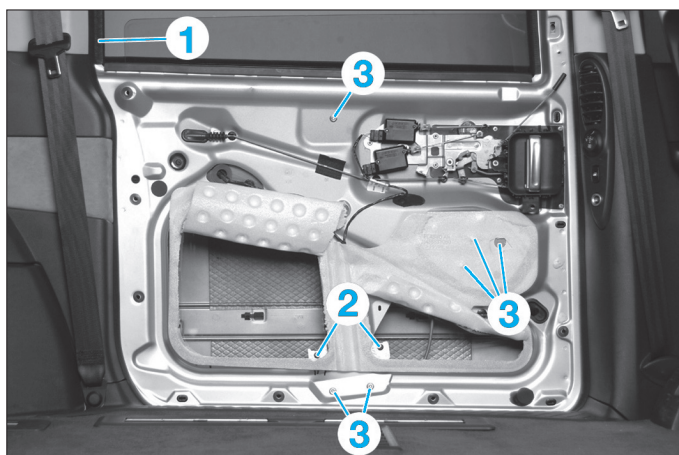

Fig. 43
- Déposer le joint (1) de coulisse de vitre (Fig.43).
- Descendre la vitre, puis la dévisser du mécanisme (2).
- Déposer les vis de fixation (3) de l'ensemble mécanisme lève-vitre/moteur électrique (Fig.43).